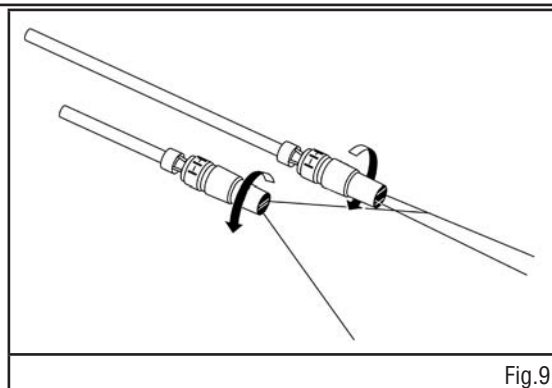

Fig.9
5. La buse de la lance réglable (no 5) peut s'ajuster de manière à produire un jet droit ou en éventail en la tournant de la façon indiquée. (Fig. 9)